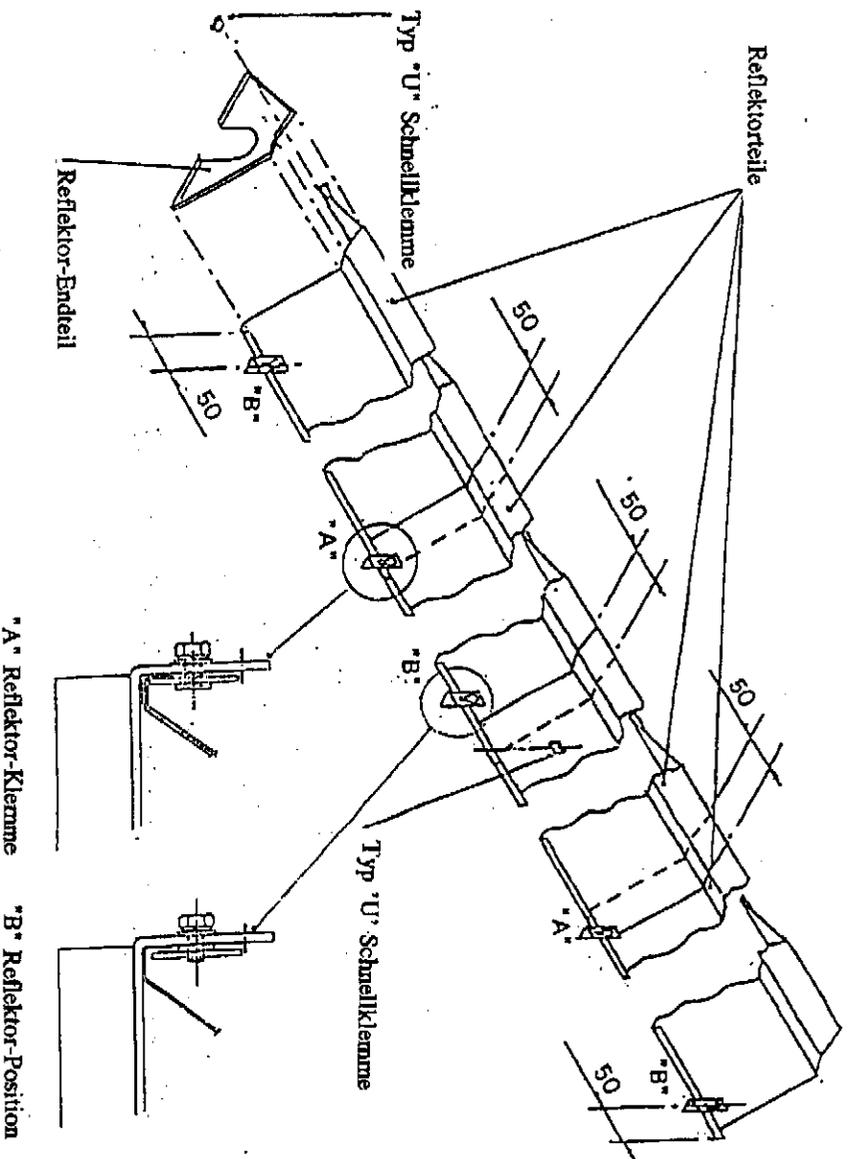

Abb. 26
**4.6.8** Legen Sie ein Reflektorteil auf die zwei Aufhängevorrichtungen, die an die Kontrollbox angrenzen und ein zweites Reflektorteil auf die zwei Aufhängevorrichtungen, die an die Ventilatoreinheit angrenzen. Positionieren Sie die Reflektorteile so, daß ihre äußeren Kanten 50mm von den Aufhängevorrichtungen überhängen (siehe Abb. 26 unten). Legen Sie die restlichen zwei Reflektorteile über die beiden äußeren Reflektorteile, stellen Sie dabei sicher, daß der Überhang in der Mitte wie auf Abb. 26 ist, und somit einen Überhang von 50mm an jedem Ende ergibt. Klemmen Sie die ersten und zweiten Reflektorteile wo sie überlappen an die zweite Aufhängevorrichtung (vom Kontrollboxende) unter Gebrauch von zwei Befestigungsschrauben und M6 Satzschrauben und Dichtungsringen (Befestigungspaket). Klemmen Sie auch die dritten und vierten Reflektorteile wo sie überlappen an die vierte Aufhängevorrichtung (vom Kontrollboxende) unter Gebrauch von mitgelieferten zwei Befestigungsschrauben und M6 Satzschrauben und Dichtungsringen (Befestigungspaket). Sichern Sie die beiden Reflektorteile, die angrenzend an die mittlere Aufhängevorrichtung überlappen, aneinander, unter Gebrauch von zwei U-Typ Schnellklemmen (aus dem Befestigungspaket), wie in Abb. 26 unten dargestellt. Schrauben Sie die restlichen (6) Befestigungsschrauben an jede der anderen Aufhängevorrichtungen um Platz für die Reflektorteile wie in Abb. 26 dargestellt zu beschaffen.
4.6.9 Platzieren Sie ein Reflektorendteil über die Strahlerröhre und in ein Ende des Reflektorteiles, so daß das Endteilflansch mit dem Ende des Reflektorteiles bündig ist. Sichern Sie das Reflektorendteil an das Reflektorteil unter Gebrauch von 6 geliefertten U-Typ Schnellklammern (Befestigungspaket); 2 Klammern pro Facette des Reflektorteiles, wie in Abb. 26 oben gezeigt.